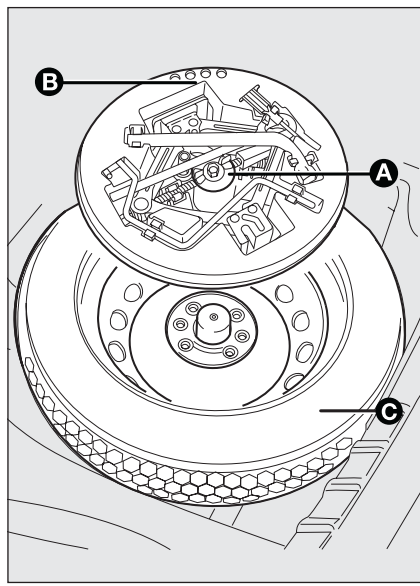

fig. 11
- ☐ dévisser le dispositif de blocage **A** - fig. 11 ;
- ☐ ranger la roue galette **C-fig. 11** dans le compartiment prévu dans le coffre à bagages ;
- ☐ mettre le cric partiellement ouvert dans son conteneur **B-fig. 11** en le forçant légèrement dans son siège de sorte à éviter des vibrations éventuelles lors de la marche ;
- ☐ ranger le conteneur, complet d'outils, dans la roue galette, en vissant le dispositif de blocage **A-fig. 11** ;